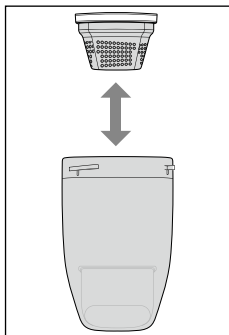

Fig. 8
3. Saisissez le filtre à poussière ❸ avec le pouce et l'index et sortez-le avec le boîtier du filtre ❹ hors du bac à poussière ❸ (voir fig. 8).
4. Videz le bac à poussière ❸ dans une poubelle et essuyez-le si nécessaire avec un chiffon humide.
5. Insérer à nouveau le filtre à poussière ❸ avec le boîtier du filtre ❹ dans le bac à poussière ❸ (voir fig. 8).